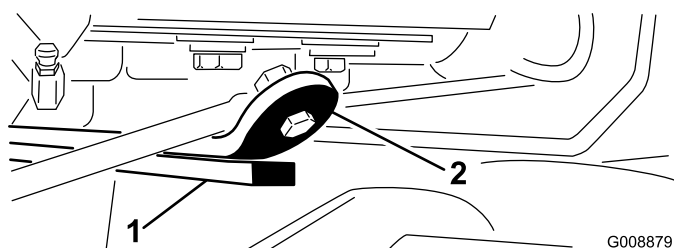

Figure 28
- 3. Mettez le moteur en marche, élevez les bras de relevage et vérifiez que l'écartement entre le segment d'usure sur le dessus de la barre d'usure du plateau arrière et la bride de butée est compris entre 0,51 et 2,54 mm (Figure 28).